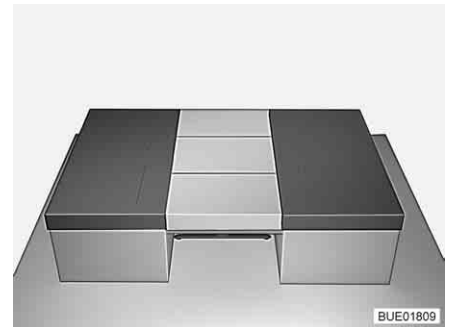

Fig. 93 Dopo la trasformazione
- Posizionare tre cuscini degli schienali sul tavolo (vedi Fig. 93).